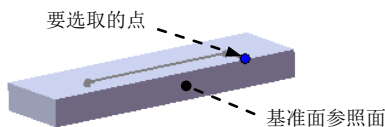

图 13.2.7 基准面参照
(2) 选取参考实体。选取图 13.2.7 所示的点和面为参考实体。
(3) 单击  按钮, 完成基准面 1 的创建。